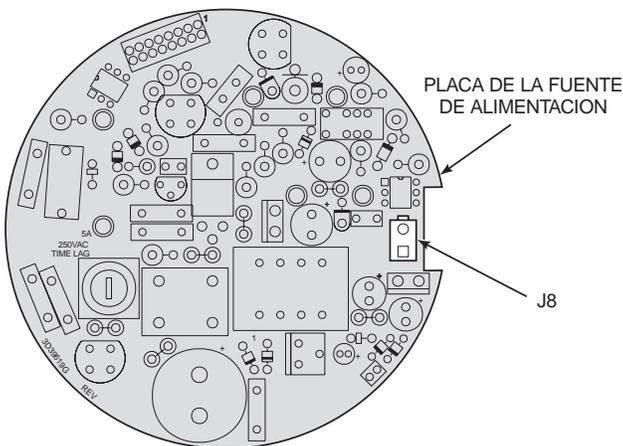

Figura 6-6. Conector J8
4. Es posible acceder al conector J8 (terminales del calentador) al sacar los terminales del conector J1 fuera de la ranura de la tarjeta del microprocesador y deslizando el ensamblaje electrónico fuera, parcialmente, de la carcasa (Figura 6-6).
3. Es posible acceder al conector J8 (terminales del calentador) al sacar los terminales del conector J1 fuera de la ranura de la tarjeta del microprocesador y deslizando el ensamblaje electrónico fuera, parcialmente, de la carcasa (Figura 6-6).